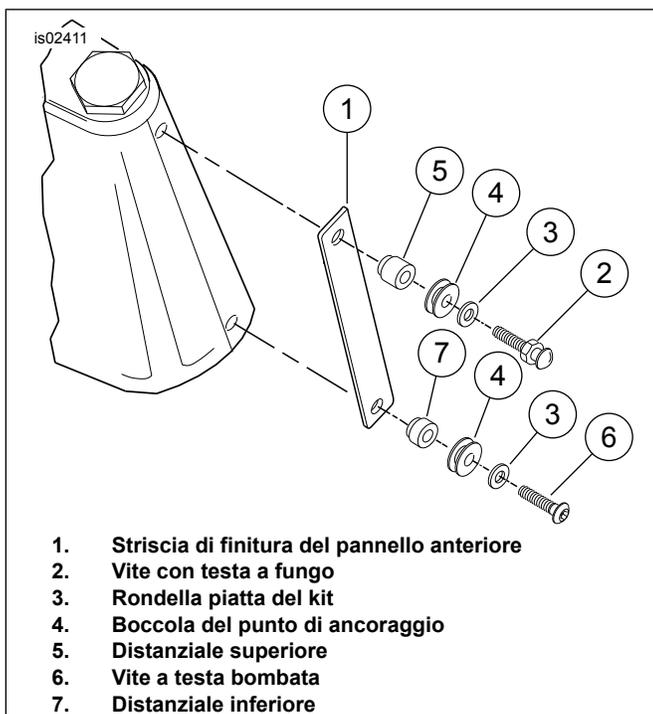

Figura 2. Installazione della striscia di finitura del pannello anteriore e dell'ancoraggio per il parabrezza (modelli senza luci di sorpasso)
2. Vedere Figura 2. Selezionare una vite cromata con testa a fungo (2) dal kit. Posizionare una rondella piatta (3) sulle filettature della vite, seguita da una boccola (4). Posizionare uno dei distanziali superiori più spessi (5) sopra le filettature, con l'estremità tagliata lontana dalla testa della vite.
3. Inserire l'estremità filettata della vite nel foro superiore della striscia di finitura del pannello anteriore (1), e poi nel foro superiore dei pannelli anteriore e posteriore. Serrare le viti a mano.